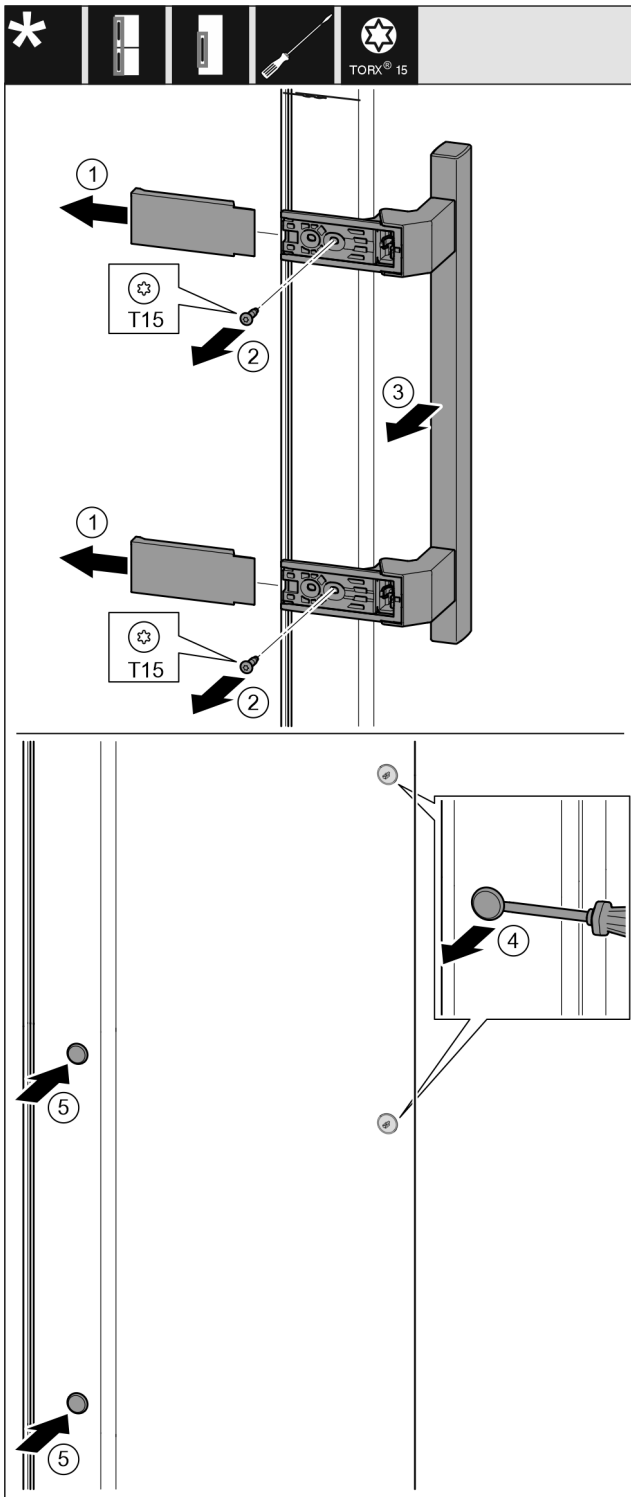

Fig. 11
- ▶ Skinite pokrov. *Fig. 11 (1)*
- ▶ Odvrnite vijke odvijačem Torx 15. *Fig. 11 (2)*
- ▶ Skinite ručku. *Fig. 11 (3)*
- ▶ Oprezno podignite i izvucite bočni čep s pomoću križnog odvijača. *Fig. 11 (4)*
- ▶ Ponovno umetnite čep na drugoj strani. *Fig. 11 (5)*